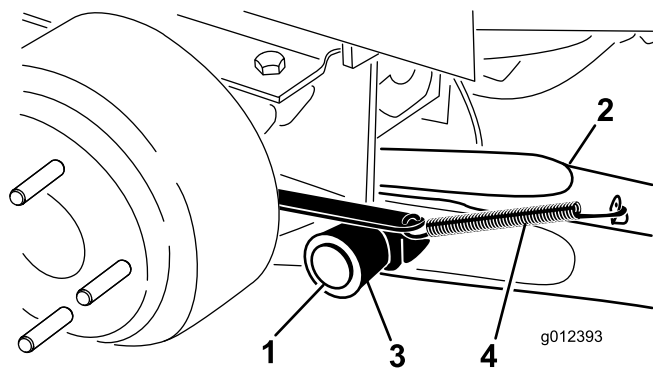

Figura 3
(Figura 3). Montate il braccio di sollevamento con la parte piegata collocata verso l'esterno.
5. Agganciate la molla di ritorno del freno alla linguetta presente sul braccio di sollevamento (Figura 3).